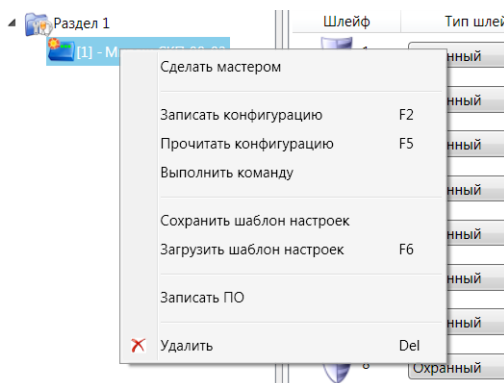

Рис. 7.2. Контекстное меню панели
6. Щелкните правой кнопкой мыши по строке панели в дереве устройств и в появившемся меню выберите *Записать ПО* (рис. 7.2).